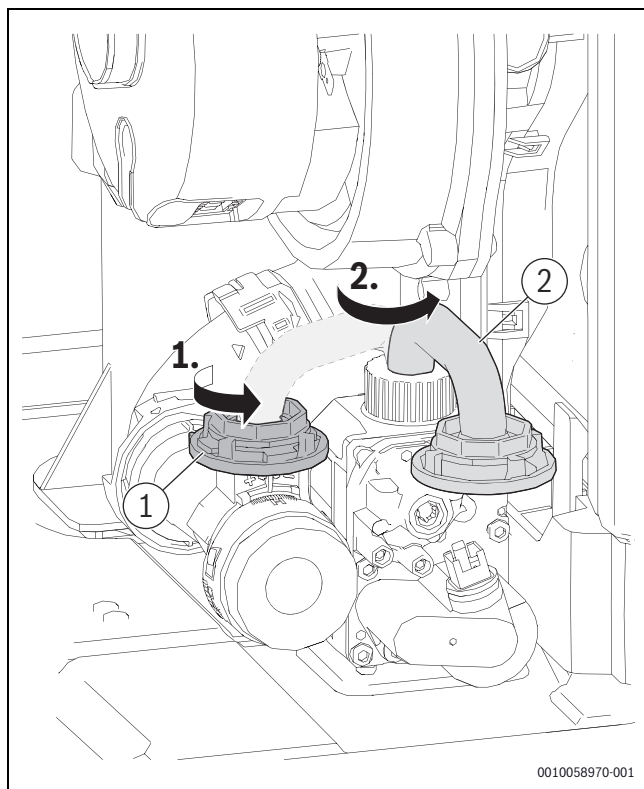

Bild 80 Verriegelung der Einstelldüse öffnen
- Um das kleine Gasrohr [2] wieder anzuschließen, Gasrohr nach links bewegen und Verriegelung der Einstelldüse [1] schließen (→Bild 80, Seite 59).